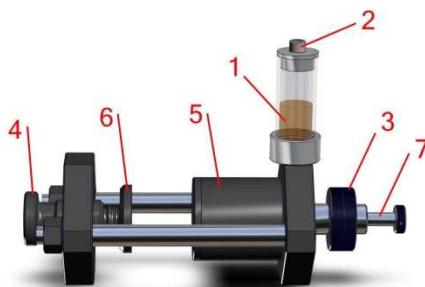

Figura 5.5.1
1. Rimuovere il dado di montaggio dell'accessorio (Figura 5.5.1, particolare 3) dal telaio di supporto dell'accessorio per la misura della resistenza a compressione elevata.
2. Far scorrere delicatamente l'accessorio per la misura della resistenza alla compressione elevata sul braccio di serraggio mobile (Figura 7.3, particolare 12) dell'apparecchiatura per testare la resistenza delle terre da fonderia. Riposizionare il dado di montaggio (Figura 5.5.1, particolare 3) e stringere a mano per fissare l'accessorio sul braccio di serraggio mobile dell'apparecchiatura per testare la resistenza delle terre da fonderia (vedi Figura 5.5.2).
La morsa di compressione a verde (Figura 5.1.1, particolare 3) deve essere installata sul supporto-morsa fisso dell'apparecchiatura per testare la resistenza delle terre da fonderia. La morsa di compressione a verde fornirà una superficie piana contro cui andrà a premere l'estremità dell'asta scorrevole (Figura 5.5.1, particolare 7) durante la prova di compressione.
3. Tirare l'asta di scorrimento (Figura 5.5.1, particolare 7) verso la morsa di compressione posta sulla morsa fissa dell'apparecchiatura per testare la resistenza. Tirare l'asta scorrevole fino a quando è completamente estratta.
4. Posizionare delicatamente un provino di terra da 2" x 2" (50 mm x 50 mm) tra la testa mobile (Figura 5.5.1, particolare 5) e la morsa fissa (Figura 5.5.1, particolare 6) dell'accessorio per la misura della resistenza a compressione elevata. Per mezzo del dado di regolazione della morsa del provino stringere lentamente il provino di terra tra la testa mobile e la morsa fissa per bloccare il provino di terra tra le due morse. Stringere il dado di regolazione della morsa del provino quanto basta per bloccare il provino di terra, non stringere eccessivamente il dado.
- » Con l'accessorio per la misura della resistenza alla compressione elevata montato sull'apparecchiatura per testare la resistenza delle terre da fonderia in posizione verticale rimuovere il tappo dello sfiato (Figura 5.5.1, particolare 2).
- » Muovere rapidamente a mano l'asta di scorrimento (Figura 5.5.1, particolare 7) dentro e fuori per far uscire eventuali bolle d'aria presenti nel sistema passando per il serbatoio dell'olio (Figura 5.5.1, particolare 1). Una volta che tutte le bolle d'aria hanno raggiunto il serbatoio dell'olio, ripetere l'operazione e continuare fino a quando non si vedono più uscire bolle d'aria dall'olio contenuto nel serbatoio.